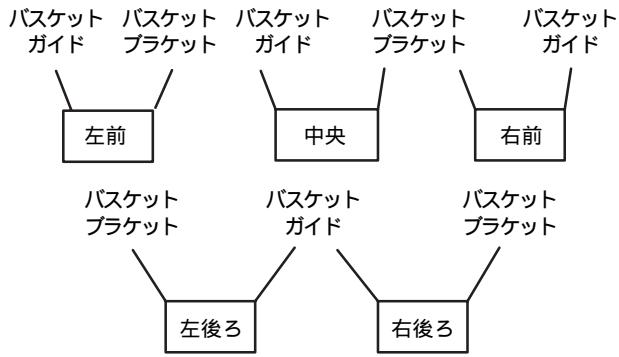
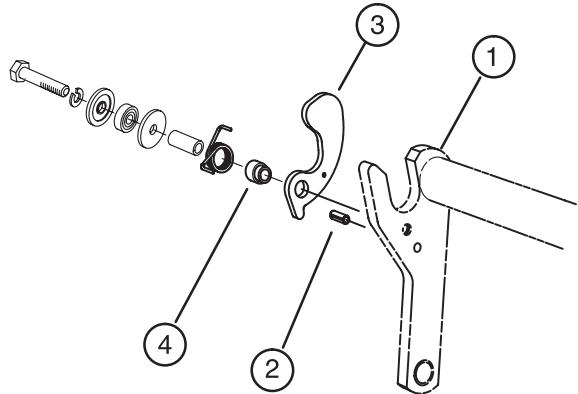
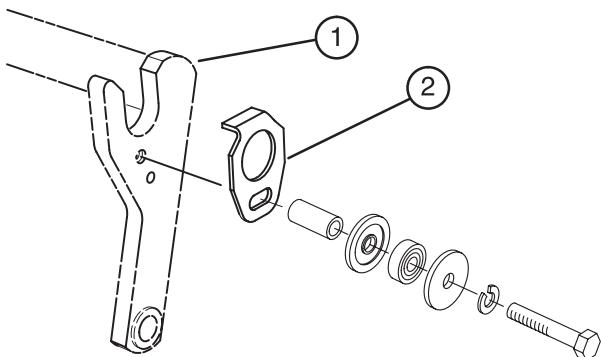
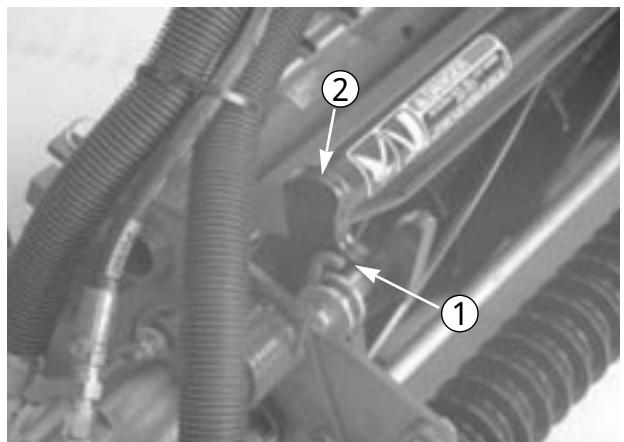

図5
図7
図6
図8
2. 図5を参考に集草箱用のガイドとブラケットの取り付け場所を確認する。集草箱を使用しない場合は、手順7へ進む。
3. 以下の工程では、ターフ補正キットをキャリアフレームの両端に固定している金具類を一旦外し、バスケット・ガイド（又はバスケット・プラケット）を共締めする（図6 & 7：カッティングユニット03506または03509を使用している場合）。
4. バスケット・ガイド（図6）をキャリアフレームに取り付ける（図7）。取り付ける側を間違えないように注意する。手順3で取り外した $5/16 \times 1\frac{3}{4}$ キャップスクリュとロックワッシャ又は平ワッシャを使用する（図6参照）。
5. 各カッティングユニットのキャリアフレーム（図5）片側にロールpin（図7）を取り付ける。
6. ロールpinを取り付けた側に、バスケット・プラケットを取り付ける。手順3で取り外した $5/16 \times 1\frac{3}{4}$ キャップスクリュ、ロックワッシャ、平ワッシャ、スプリング、カラーの取り付け順序は、図7を参考にする。スプリングは左右で形状が異なるので注意する。左用を2個、右用を3個使用している。図8のように、長い方の足が前を向くのが正しい取り付け方である。